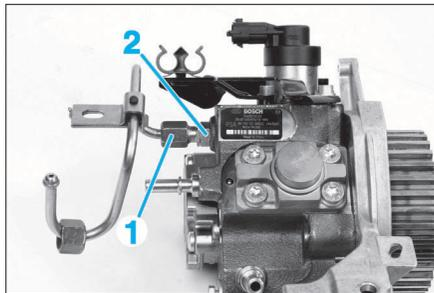

FIG. 30
- Dévisser le tuyau (1) (Fig.30) tout en maintenant le raccord (2).